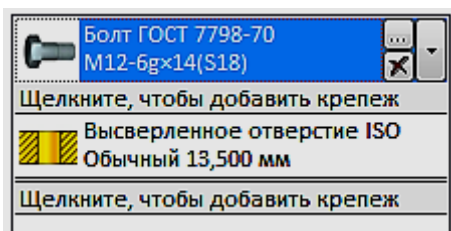

Рис. 3.81. Окно ввода компонентов
9. Выберите в появляющемся диалоговом окне «Болт ГОСТ 7798–70». Информация отразится в окне ввода новых компонентов (рис. 3.81).